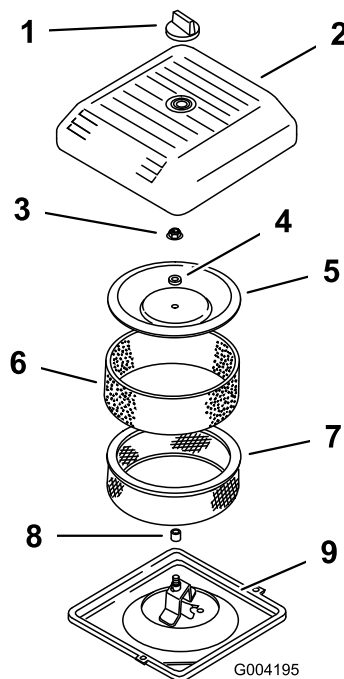

Figura 147
1. Faça deslizar cuidadosamente o filtro prévio de esponja para o filtro de papel (Figura 147).